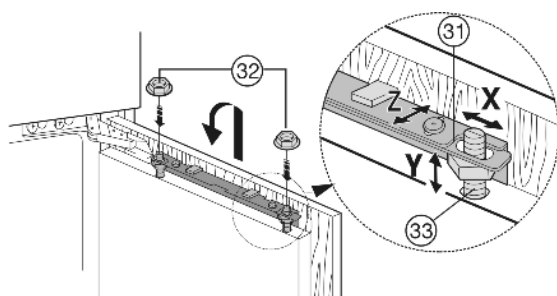

Fig. 27
- ▶ Möbeltür auf die Justagebolzen Fig. 27 (33) einhängen und Kontermuttern Fig. 27 (32) locker auf die Justagebolzen schrauben.
- ▶ Möbeltür in der Höhe und seitlichen Neigung ausrichten: Justagebolzen Fig. 27 (33) mit einem Schraubendreher einstellen.
- ▶ Kontermuttern Fig. 27 (32) anziehen.